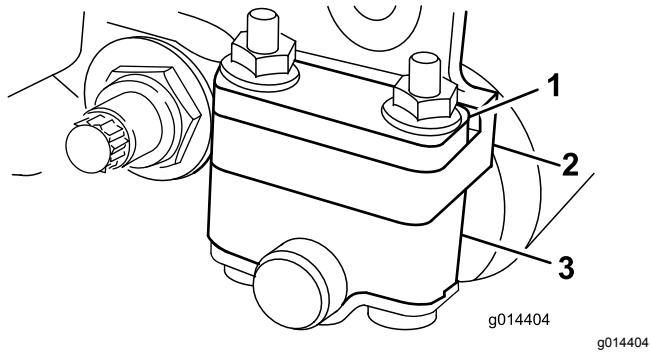
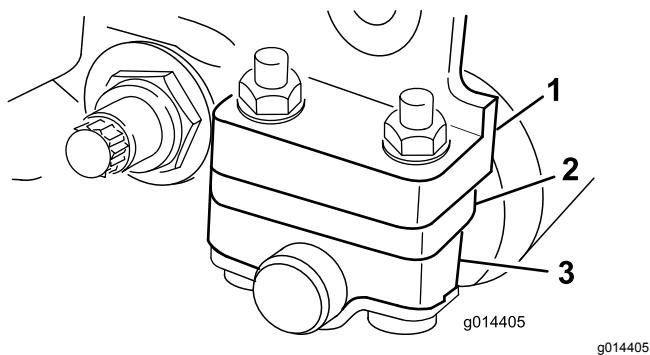

Figura 6
Figura 7
Dependendo do intervalo de altura de corte desejado, ajuste os suportes traseiros do cilindro (Figura 6 ou Figura 7) para a posição inferior ou superior:
- Posicione o espaçador acima da flange de montagem da placa lateral (definição de origem) se as definições da altura de corte variarem entre 1,5 e 6 mm, como se mostra na Figura 6.
- Posicione o distanciador abaixo da flange de montagem da placa lateral se as definições da altura de corte variarem entre 3 e 25 mm como se mostra na **Figura 7**.
4. Coloque os distanciadores nos parafusos acima ou abaixo dos suportes do cilindro, consoante o necessário (Figura 6 ou Figura 7).